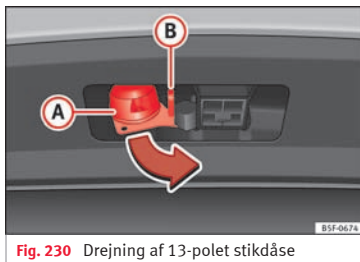

Fig. 230 Drejning af 13-polet stikdåse
- Hold den 13-poledede stikdåse i området (A), og træk den ud i pilens retning » Fig. 230.
- Hold den 13-poledede stikdåse i området (A), og sæt den i modsat pilens retning » Fig. 230.
Sikkerhedsøjjet (B) » Fig. 230 bruges til at hægte anhængerens kabel fast på.